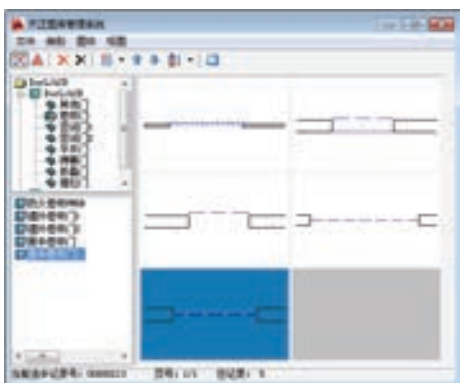

图 13-22 选择平面样式
- 10) 在“门”对话框中单击“插门”按钮，接着单击对话框左侧的二维窗口，在打开的“天正图库管理系统”窗口中选择卷帘门的平面样式，如图 13-22 所示。